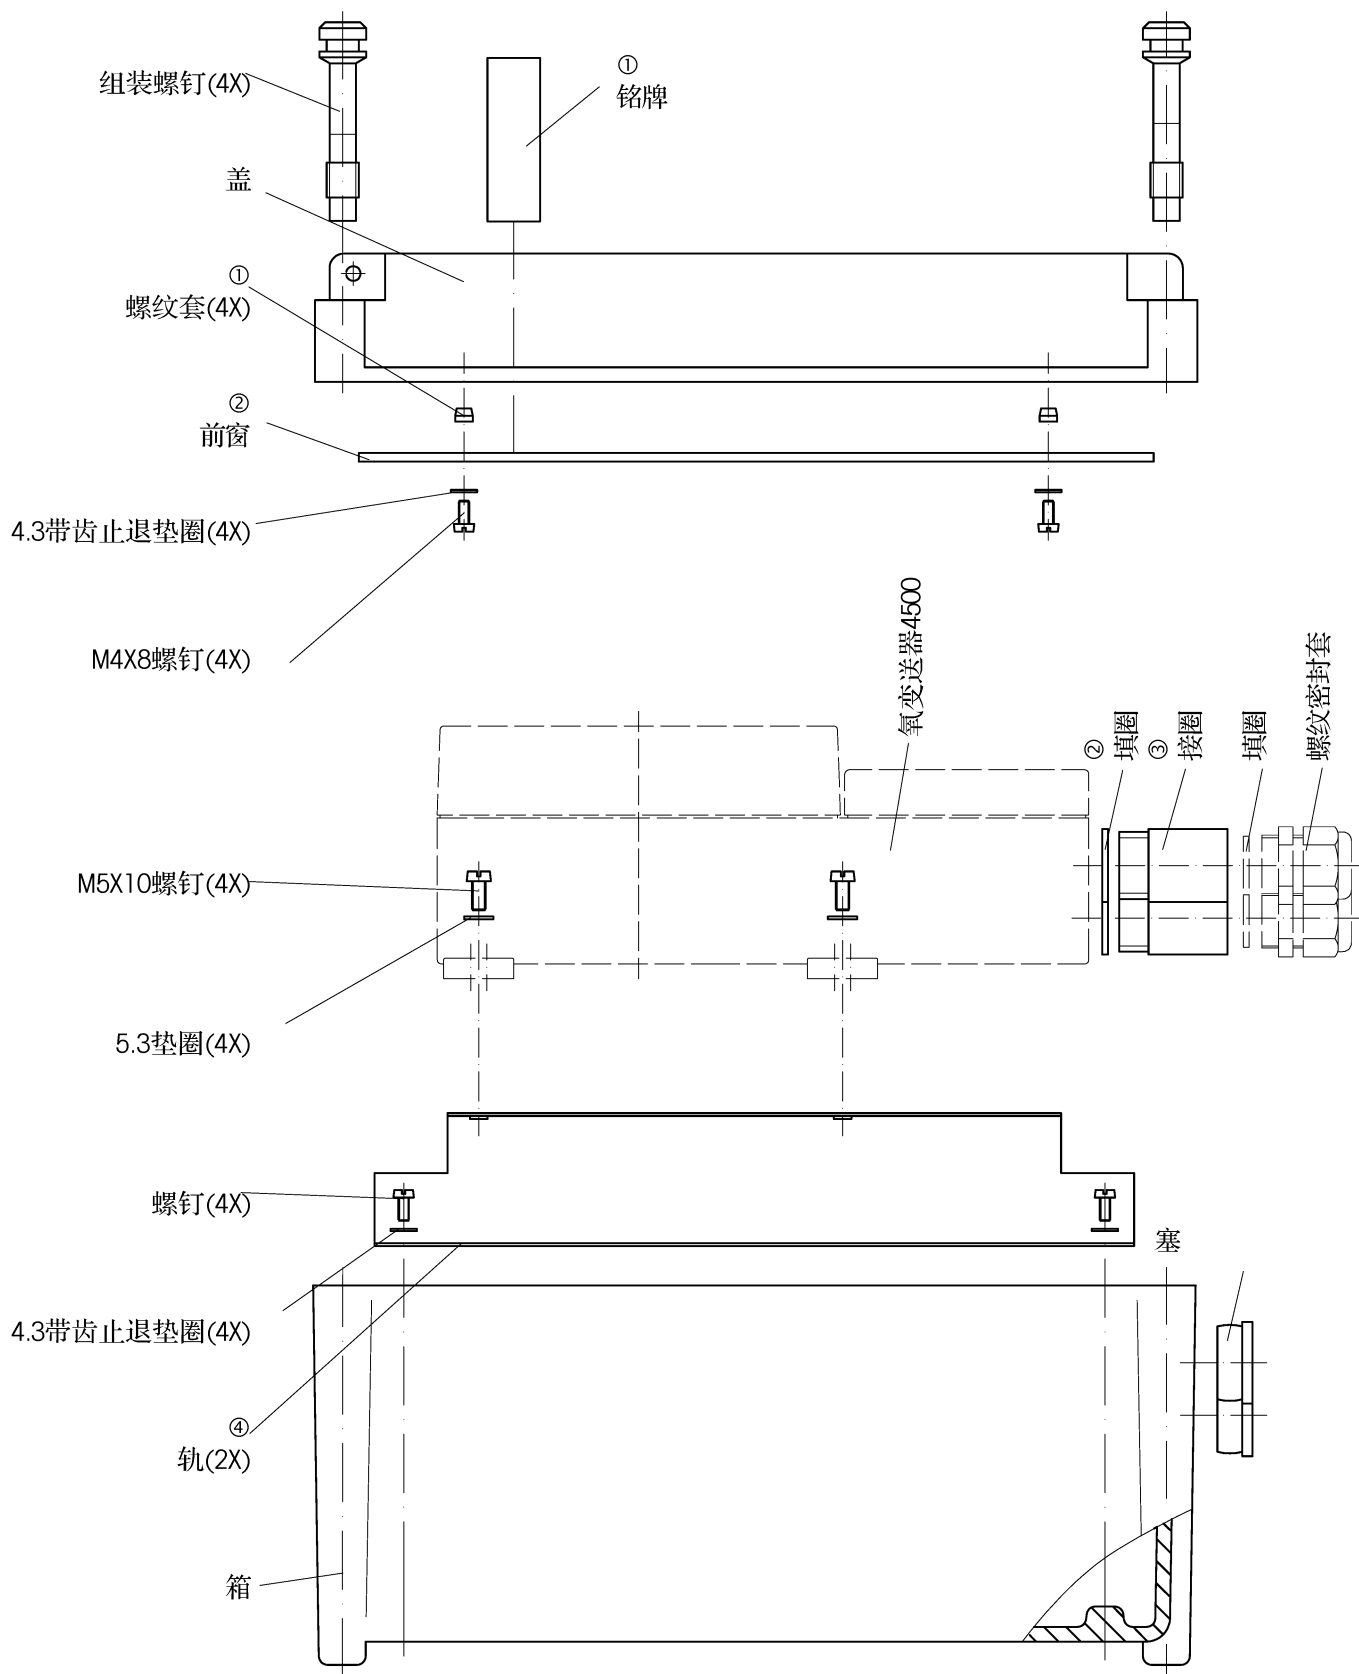

图10-6 架设氧变送器4500于外箱内
- 把氧变送器4500铭牌上的技术条件抄录至外箱提供的铭牌(1)上。见图10-6。